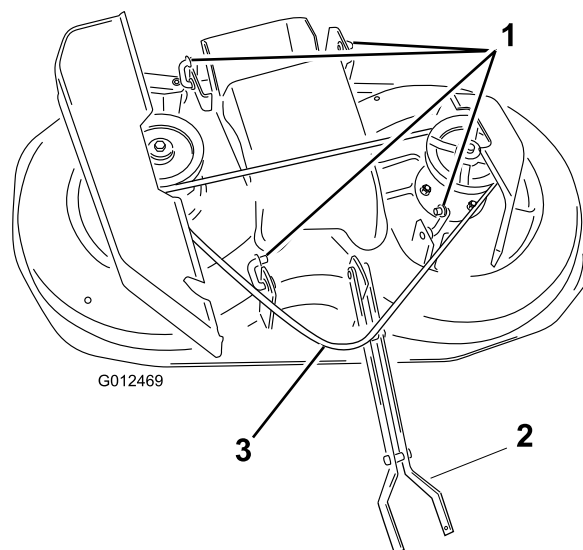

Figura 42
9. Retire la correa de la polea del embrague (Figura 42).
11. Retire las chavetas de los 4 enganches traseros y retire los enganches del tractor (Figura 42).
**Nota:** Puede dejar los enganches instalados en el cortacésped, según se indica en Figura 42.